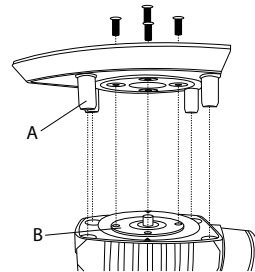

Abbildung 1
- ◆ Montieren Sie jetzt die gewünschte Schleifplatte. Stellen Sie sicher, dass die Befestigungsplatte **B** zu der Schleifplatte ausgerichtet ist. Die Gewindebohrungen der Befestigungsplatte **B** müssen zu den entsprechenden Löchern der jeweiligen Schleifplatte ausgerichtet sein. Die Kunststoffstifte **A** **15** (nur Schleifplatte **9** und **11**) zu den Löchern im Gerät (siehe Abb. 1).